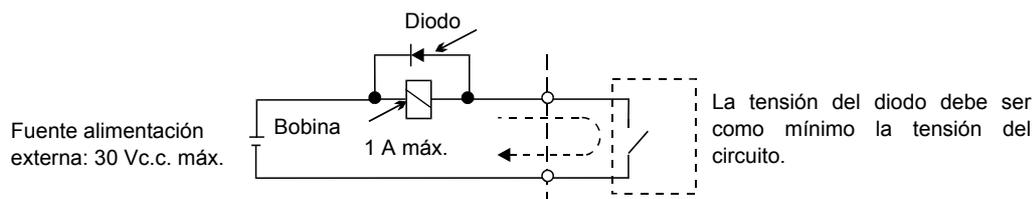

Fig. 2.12 Conexión del diodo
* 3. Cuando controle una carga reactiva, como una bobina de relé con alimentación de c.c., inserte siempre un diodo como se muestra en la *Fig. 2.12*.